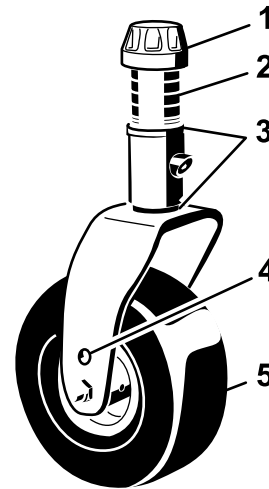
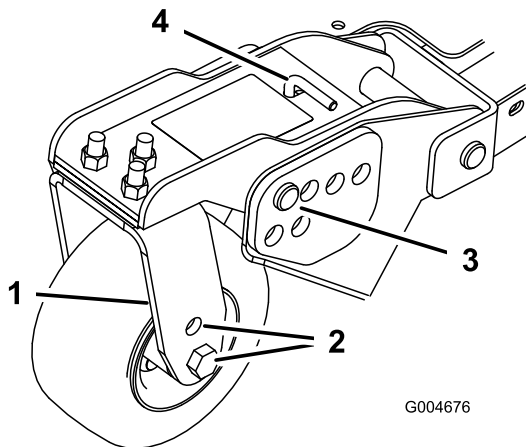
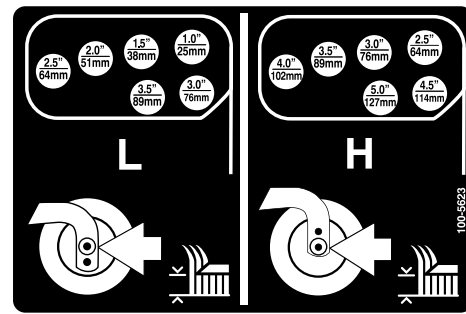

Bild 23
Bild 25
Bild 26
- Stecken Sie die Laufradachsen in allen Laufradgabeln in die gleichen Löcher (Bild 23 und Bild 25).
- Entfernen Sie die Spannkappe von der Spindelwelle und ziehen die Spindel aus dem Laufradarm heraus (Bild 23).
- Entfernen Sie den Splint und die Lastösenbolzen von den Laufradgelenkarmen (Bild 25).
- Drehen Sie die Spannstange, um den Gelenkarm anzuheben oder abzusenken, bis die Löcher mit den ausgewählten Löchern in der Schnitthöhenhalterung im Mähwerkrahmen ausgerichtet sind (Bild 25 und Bild 26).